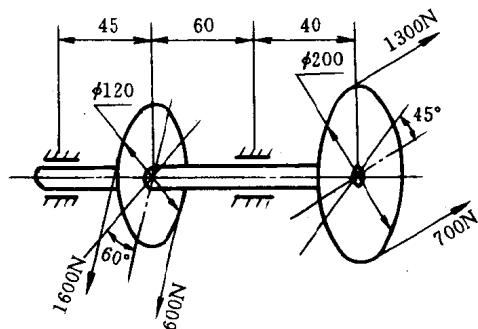

图 1-17
23. 一皮带轮传动轴, 其结构尺寸如图 1-17 所示, 皮带分别与水平面成  $60^\circ$  和  $45^\circ$  角。小皮带轮直径为 120(mm), 皮带张力分别为 1600(N) 和 600(N); 大皮带轮直径为 200(mm), 皮带张力分别为 1300(N) 和 700(N)。求传动轴的最大弯矩和最大扭矩。